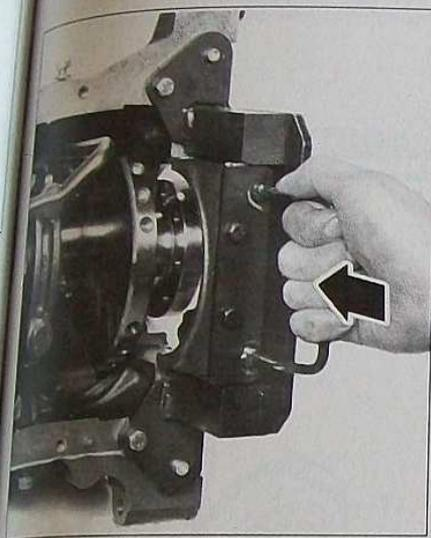

FIG. 62
• Monter la poignée sur le palier n° 1 (Fig.62).
• Glisser le palier dans l'outil (1) à l'aide de la poignée en maintenant les 2 joints.